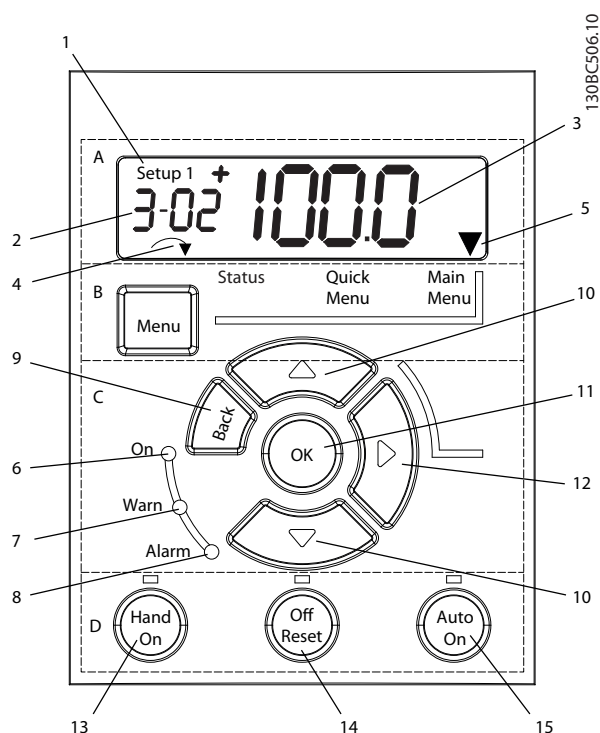

Ilustración 5.1 Vista del NLCP
**Tabla 5.1 Leyenda de la *Ilustración 5.1*, sección A**
**Tabla 5.2 Leyenda de la *Ilustración 5.1*, luces indicadoras (LED)**
**Tabla 5.3 Leyenda de la *Ilustración 5.1*, teclas de navegación**
Tabla 5.4 Leyenda de la Ilustración 5.1, sección D